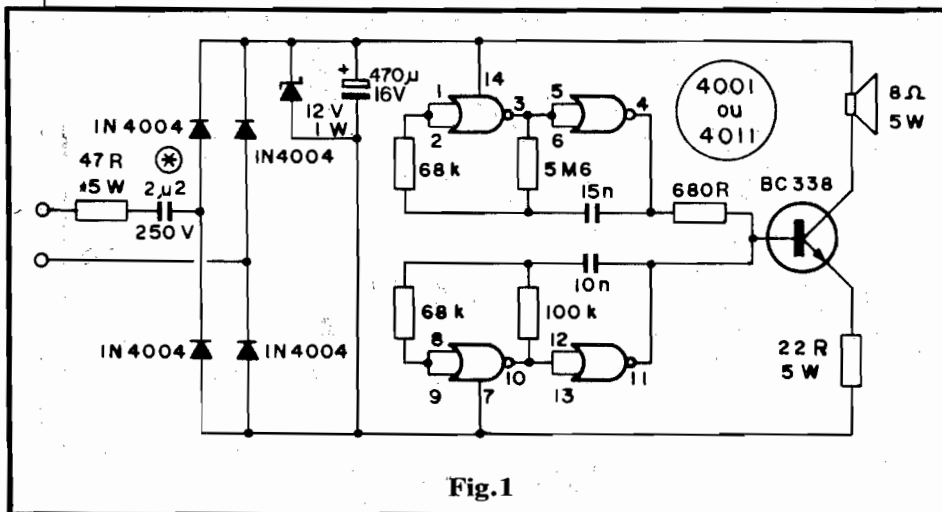

Fig.1
- FIG. 1 - O CIRCUITO - A fig. 1 mostra o diagrama esquemático do circuito da SINEL. Tudo está "centrado" num único Integrado C.MOS, que pode ser tanto um